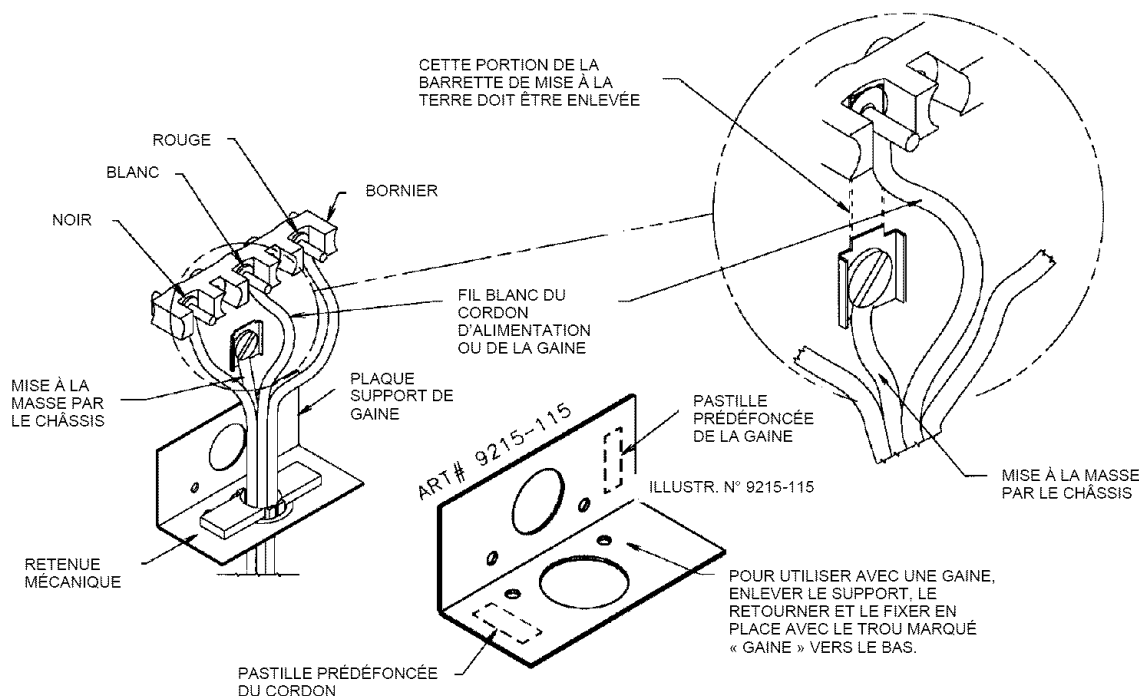

FIGURE 9
1. La barrette de mise à la terre en cuivre reliant la borne neutre (celle du milieu) du bornier et le châssis **DOIT** être enlevée tel qu'indiqué à la figure 9. Garder la vis de mise à la terre verte pour fixer le fil de terre du cordon à 4 fils. Utiliser uniquement un cordon d'alimentation ou une gaine à 4 fils.
Débrancher la cuisinière du secteur. Enlever le couvercle du bornier se trouvant à l'arrière de la cuisinière et déconnecter le cordon d'alimentation à 3 fils du bornier. Suivre les instructions données à la figure 9 pour connecter le cordon à 4 fils.